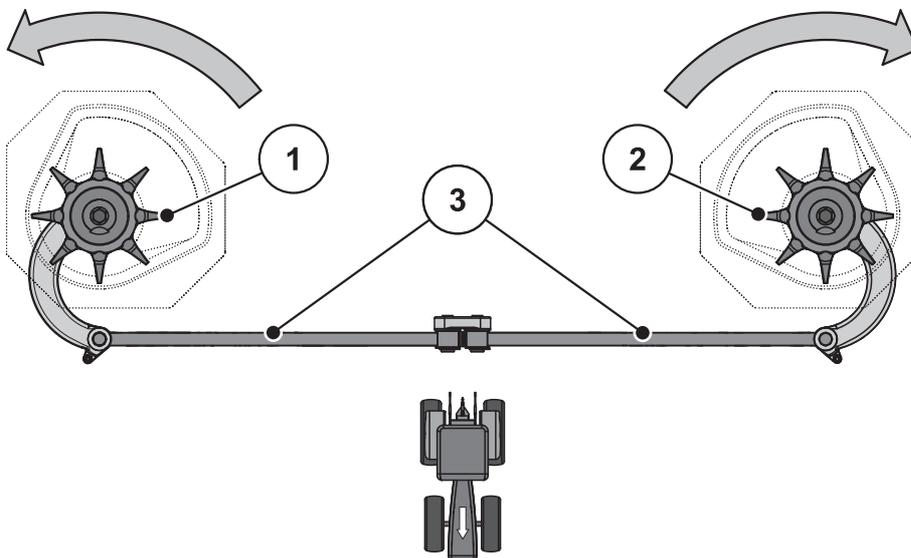

Imagen 10.9: Comprobar accionamiento del agitador
2. Girar manualmente el cabezal agitador en el **sentido de giro del disco de dispersión**. Véase Imagen 10.9.
3. Gire el cabezal agitador manualmente o con la ayuda de una correa de filtro de aceite con fuerza **en sentido contrario al sentido de giro del disco de dispersión**. Véase Imagen 10.9.